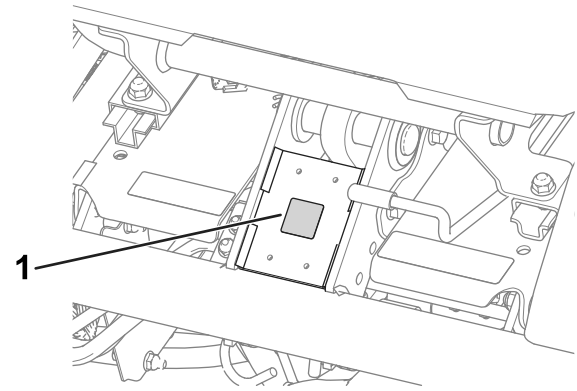

Figura 14
- Aplique la pegatina con marca CE al bastidor debajo de la parte delantera del asiento (Figura 14).